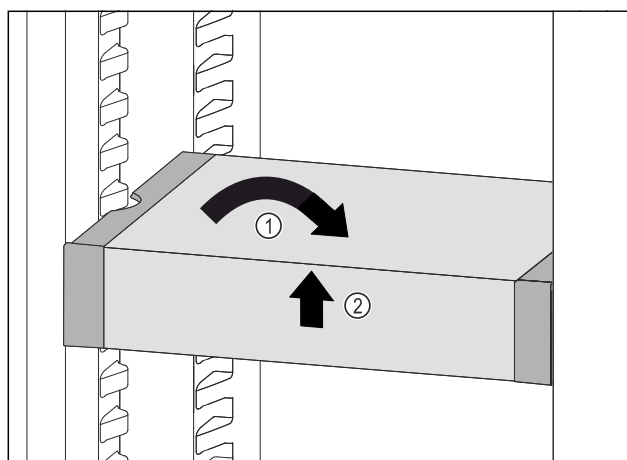

Fig. 94
- ▶ Collocare VarioSafe in maniera dritta. Fig. 94 (1)
- ▶ Sollevare VarioSafe dal lato anteriore. Fig. 94 (2)